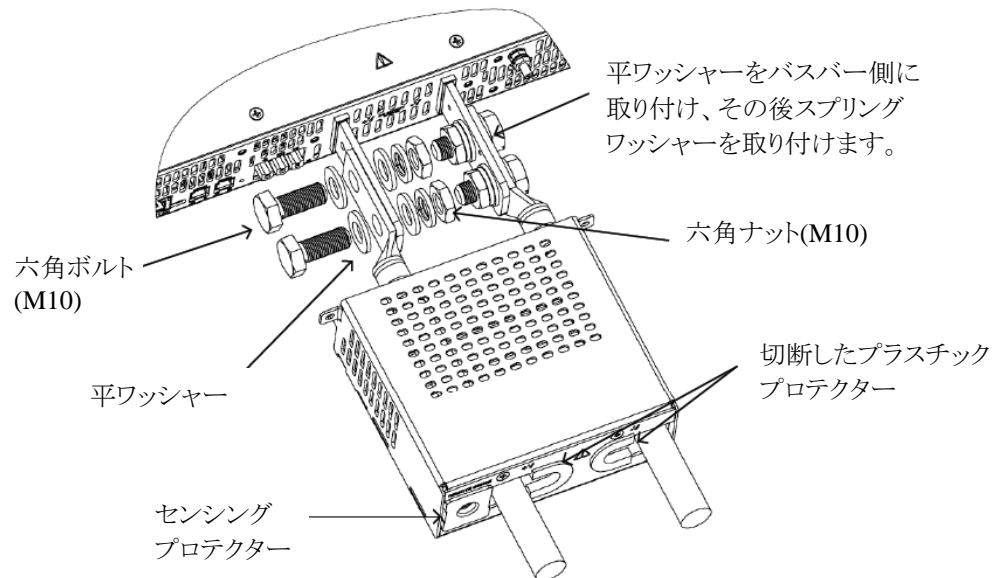

図4-61 負荷線の接続方法
4. 図4-61に示すように負荷線をバスバーに固定し、先ほど切断したプラスチックプロテクターとともに出力端子カバーを組み立てます。